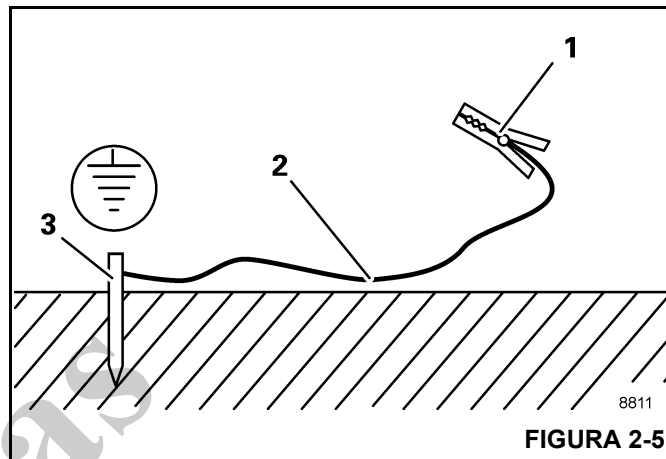

FIGURA 2-5
1. Martele uma haste de metal (3, Figura 2-5) (comprimento de aproximadamente 2,0 m [6.6 pés]) pelo menos 1,5 m (5 pés) no solo.
2. Umedeça o solo ao redor da haste de metal (3) para obter melhor condutividade.
3. Prenda o cabo isolado (2) na haste de metal (3) seção transversal de pelo menos 16 mm² (0.025 pol.²) (AWG 5).